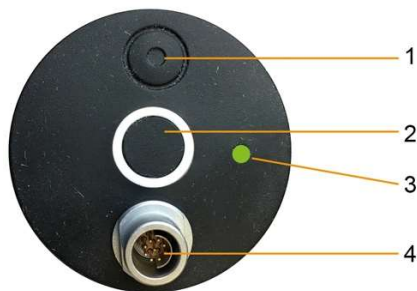

Bild 3: Bedienelemente am Handstück RSX-USB / RSX -P / RSX - HD
Das Video Rhino Laryngoskop wird über den Ein- Ausschalter (siehe Bild 3) ein- bzw. ausgeschaltet, bzw. durch Verbinden des Anschlusskabels mit einem PC, Laptop oder Tablets in Betrieb genommen. Der Ein-Ausschalter (2) wurde konstruktionsbedingt an allen Geräten ab 06/2024 funktionslos geschaltet. Das Gerät wird seitdem über das Verbindungskabel in Betrieb bzw. außer Betrieb genommen.
Nach der Benutzung ist das Laryngoskop durch Ausschalten bis 06/2024 (siehe Bild 3) bzw. durch die Trennung der Kabelverbindung außer Betrieb zu setzen (Anschluss-Stecker entfernen).